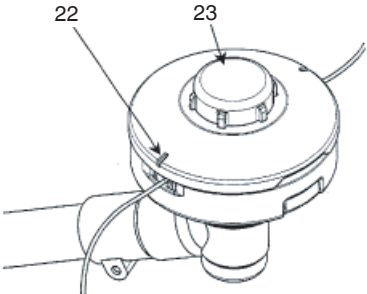

Fig. 10
Si la marca del límite de desgaste (22) en la caja ya no se ve o hay un agujero en la parte inferior (23) del botón, cambie las piezas nuevas inmediatamente. (Fig. 10)